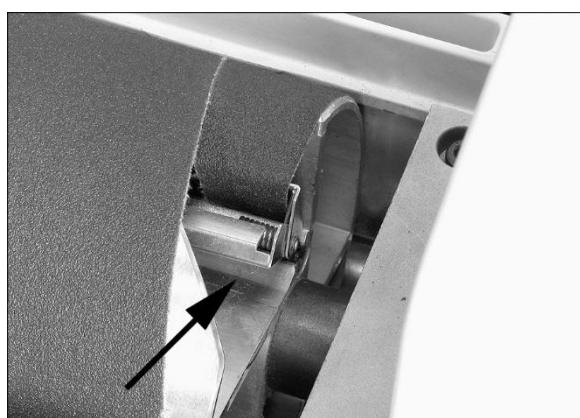

Abb. 6-9
4. Den inneren Aufwickelhebel (Abb. 6-9) drücken um das hintere Bandende so weit wie möglich einzuführen. Falls nötig das abgeschrägte Ende des Schleifbands abschneiden.